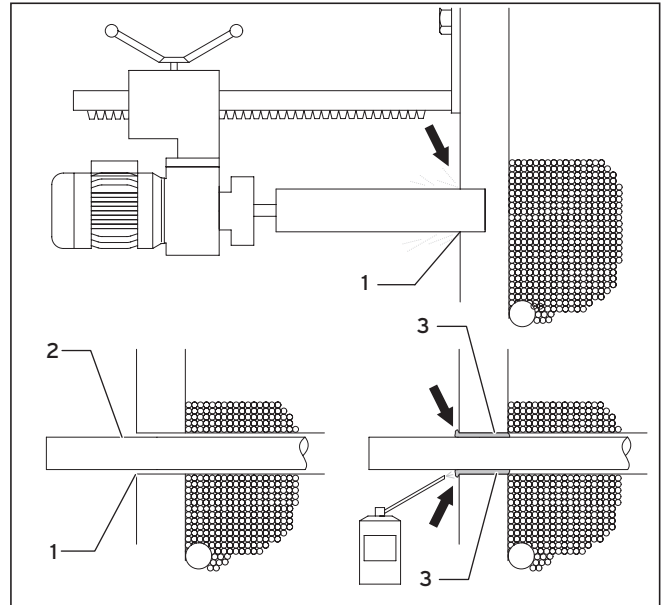

Abb. 4.3 Vorbereitende Arbeiten im Aufstellungsraum
- Führen Sie unter Berücksichtigung der Geräte- und Anschlussabmessungen min. zwei Kernbohrungen aus (siehe Abb. 4.3, Pos. 1).
- Führen Sie die Wärmequellenleitungen (2) von außen in den Aufstellungsraum.
- Verlegen Sie die Wärmequellenleitungen (2) zentrisch in die Kernbohrungen (1), um eine allseitige Wärmedämmung zu ermöglichen.
- Dichten Sie die Ringspalte (1) wie gezeigt mit einem dafür geeigneten Bauschaum (z.B. Brunnenschaum) (3) ab.